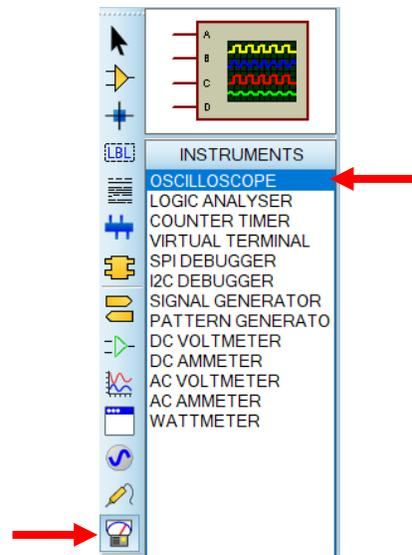

Figura 1.11. Virtual Instrument Mode.
- Agregue al diseño un osciloscopio para observar las señales senoidales dentro del circuito. La figura 1.11 muestra el osciloscopio que puede obtenerse del botón "Virtual Instrument Mode" como **OSCILLOSCOPE**. Cada una de las terminales corresponde a un canal distinto del osciloscopio y la ventana del osciloscopio se abrirá automáticamente al iniciarla simulación y se cerrará al detener la simulación. NO CIERRE la ventana del osciloscopio directamente.